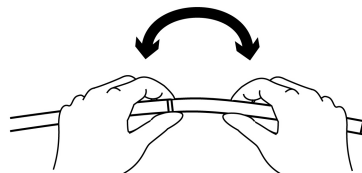

図 2
- 7.受動湾曲部の両端を把持し、軽く曲げ、受動湾曲部が滑らかに曲がることを確認すること（図 2 参照）。